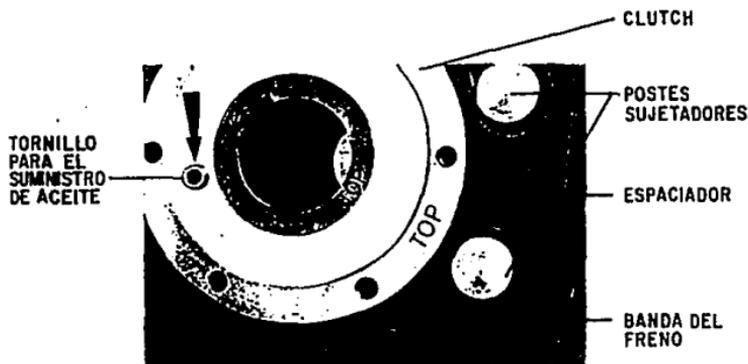

Fig. V.1 VISTA SUPERIOR DEL INTERIOR DEL FRENO.
3. **Rotación.** El clutch tiene marcado en la parte superior "TOP" para ayudar en la instalación (Fig V.1). El sello laberinto de aluminio está localizado en la parte superior y deberá estar hacia arriba cuando el clutch esté montado.
3. **Clutch.** Verificar que la superficie marcada "TOP" esté a la vista. Deslizar el clutch sobre la flecha y asentarlo en la parte superior del espaciador o del hombro de la flecha. Retirar el tapón del anillo de aluminio del laberinto (Fig. V.1). Llenar el clutch con 6 oz de aceite del recomendado por las normas API. Limpie completamente el tapón e instalarlo cuidadosamente en el laberinto.